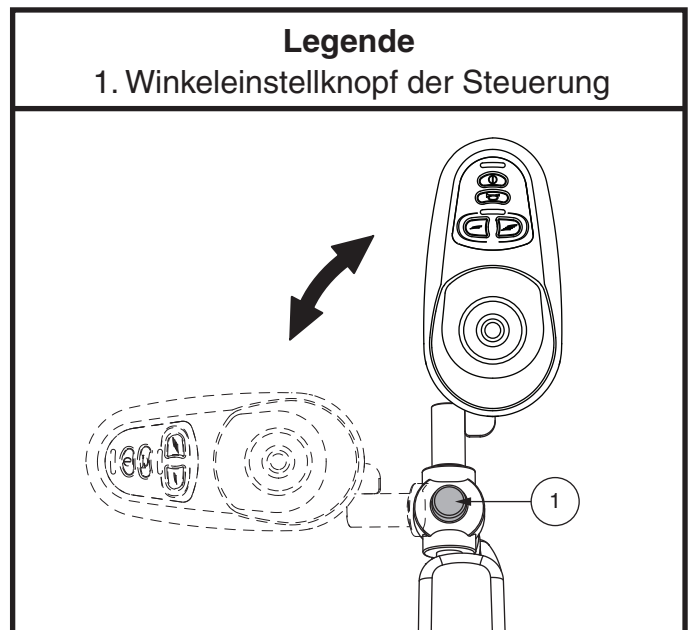

Abb.11. Einstellung des Steuerungswinkels
1. Halten Sie den Winkeleinstellknopf der Steuerung gedrückt und drehen die Steuerung nach links oder rechts in die gewünschte Stellung. **Siehe Abb. 11.**